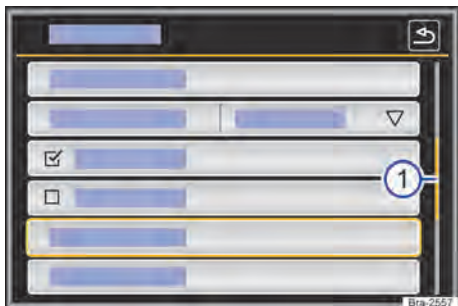

Fig. 115 Representación esquemática: entradas de la lista en el menú de configuraciones.
Se puede acceder a las entradas de la lista mediante un toque directo en el display o por medio de la tecla de regulación → fig. 115 (4).
Si en una vista de lista hay más registros seleccionables de los que se puede ver, se muestran botones de función para desplazar o una barra de desplazamiento a la derecha en la imagen → fig. 115 (1).